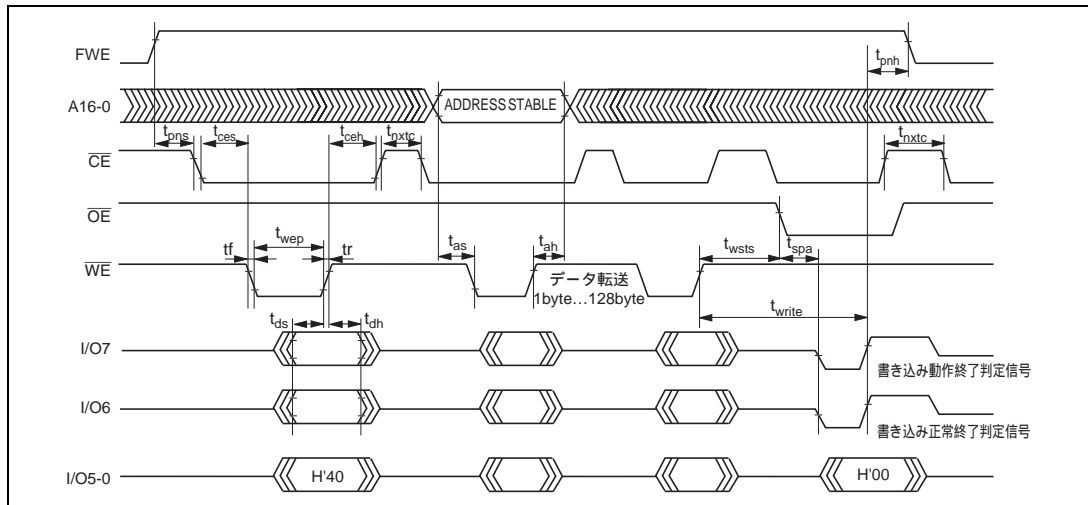

図 19.18 自動書き込みモードのタイミング波形
- (1) 自動書き込みモードでは、128バイト同時書き込みを行います。これは、バイトデータを128回連続で転送してください。
- (2) 128バイト以下の書き込みでも128バイトのデータ転送を行う必要があります。必要ないアドレスへのメモリ書き込みは、データをH'FFにして書き込みを行う必要があります。
- (3) 転送するアドレスの下位7ビットは、ロー状態にしてください。有効アドレス以外を入力した場合は、メモリ書き込み動作に移行しますが、書き込みエラーとなります。
- (4) メモリアドレスの転送は、第2サイクルで行います(図19.18)。第3サイクル以降では転送しないでください。
- (5) 書き込み動作中は、コマンド書き込みを行わないでください。
- (6) 書き込みは、各アドレスの128バイト単位のブロックに対して、1回の自動書き込みで行ってください。既に書き込まれたアドレスブロックへの2回以上の追加書き込みは行えません。
- (7) 自動書き込み正常終了の確認には、D6を調べることにより行います。または、ステータス読み出しモードを使用しても確認することができます(D7番のステータスポーリングは、自動書き込み動作終了判定用端子です)。
- (8) ステータスポーリングのD6、D7端子情報は、次のコマンド書き込みまで保持されます。次のコマンド書き込みが行われてなければ、 \overline{CE} 、 \overline{OE} をイネーブルにすることにより読み出し可能となります。